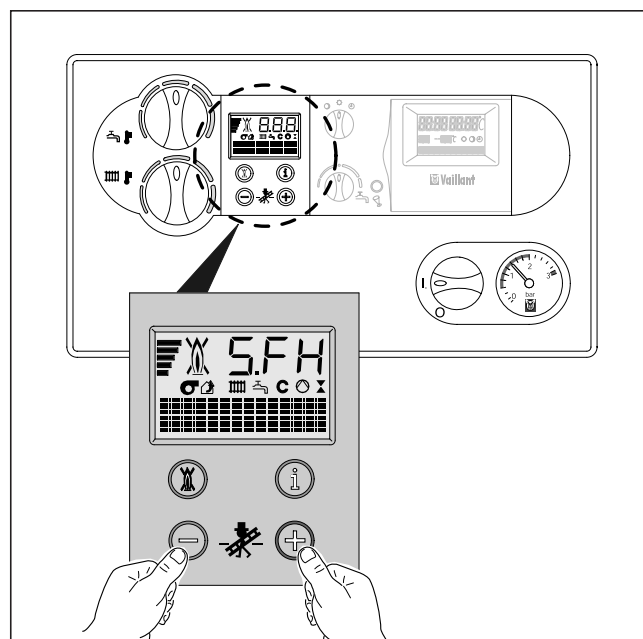

Fig. 3.11: Funzione spazzacamino
- Attivare la modalità spazzacamino premendo contemporaneamente i tasti „+“ e „-“ del sistema DIA (fig. 3.11)